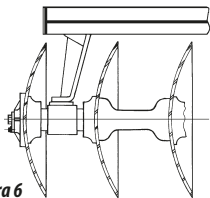

Figura 6
- 12 - Al ensamblar la armazón con las secciones de discos, observar que el soporte de los cojinetes (patas de la armazón) debe quedar frente a la concavidad de los discos, conforme figura 6.